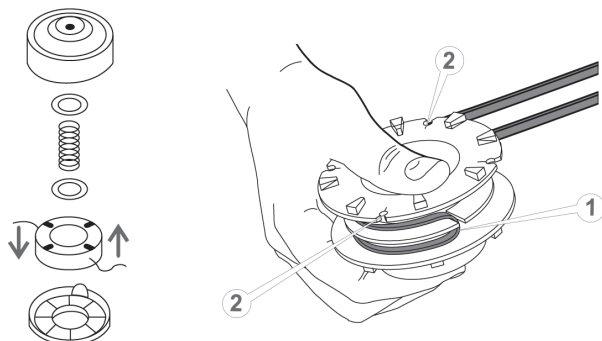

Рисунок 15. Схема заміни жилки у різальній головці.
- зняти кришку різальної головки й витягнути котушку (див. рис. 15);
- протягнути жилку на місці вигину у проріз (1, рис. 15) котушки;
- протягнути кінці жилки у прорізи (2, рис. 15) котушки і потім в отвори корпусу різальної головки. Довжина виходу кінців жилки із різучої головки не має перевищувати 15-17 см;